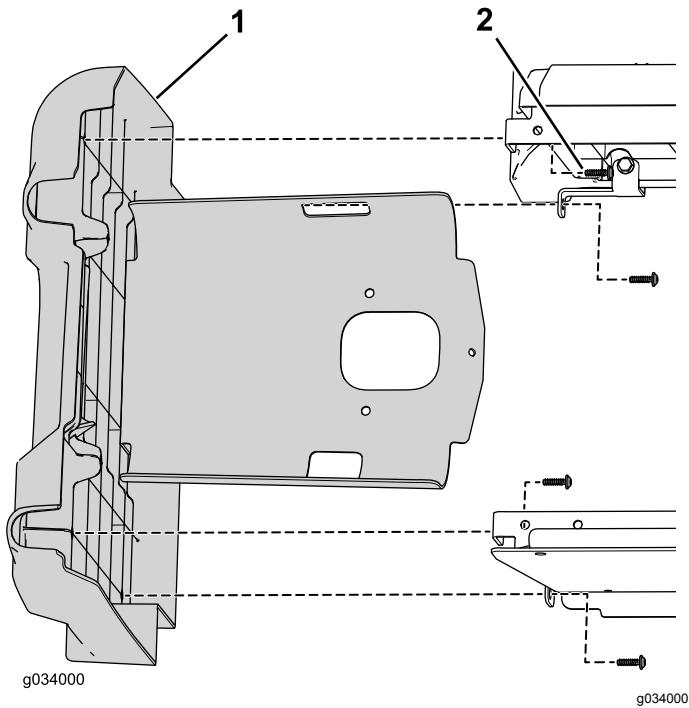

图6
6. 卸下将左侧面板固定到下座椅组件的4个螺丝图6。
- 用之前卸下的 4 个螺丝固定左侧面板 图6。